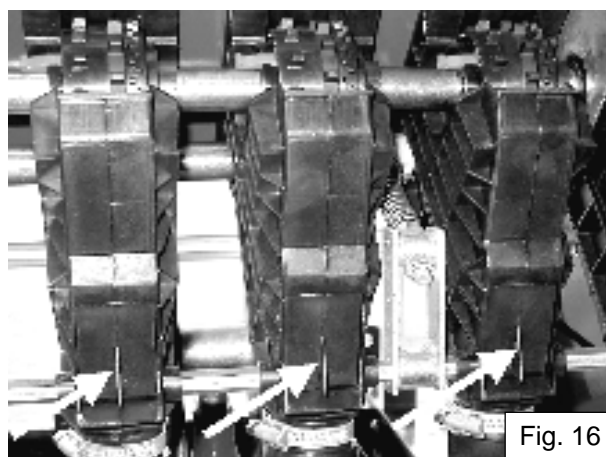

Fig. 16
- Chiudere gli sportelli di svuotamento (fig. 16).